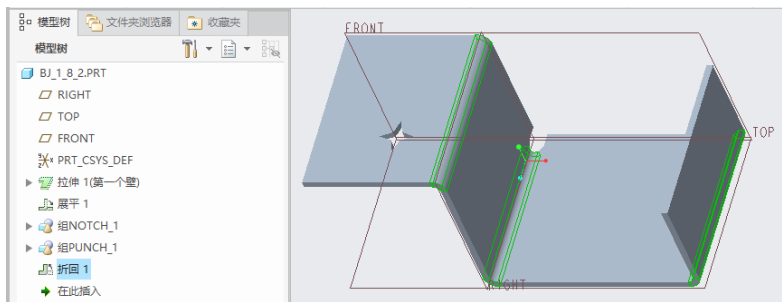

图 1-304 折回结果
(2) 在“折回”选项卡中单击  (完成) 按钮, 折回结果如图 1-304 所示。